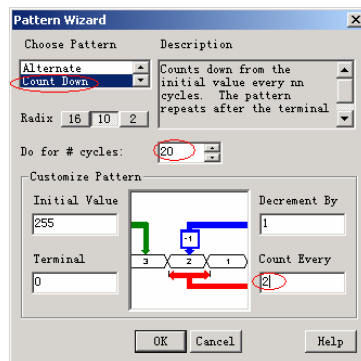

图 2-97 使用波形向导设计信号“b”的波形
9. 同上方法，按图 2-97 所示设计输入信号“b”的波形。